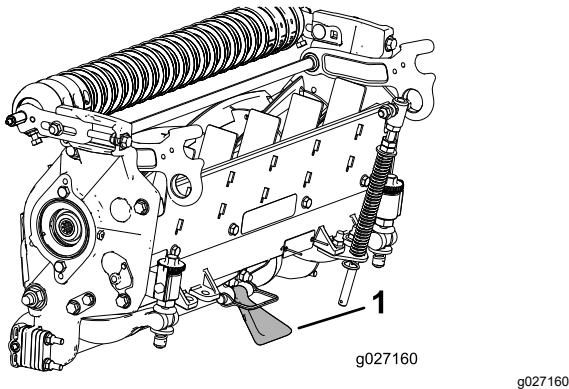

Figura 10
**Important:** Asigurați-vă că piulia de la capătul posterior al uruburilor de reglare pentru bara de cadru nu sunt lipite de suprafața de lucru; folosiți suportul (Figura 10).